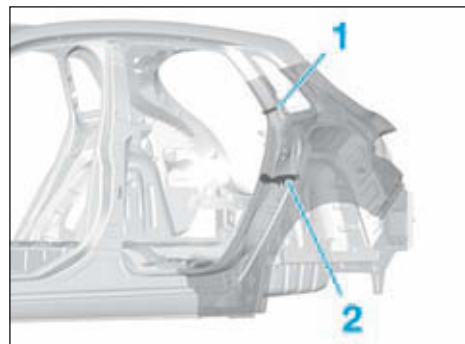

FIG.99
- Décoller l'aile arrière partielle au niveau des inserts gonflants (1) et (2) à l'aide d'un pistolet à air chaud (Fig.99).